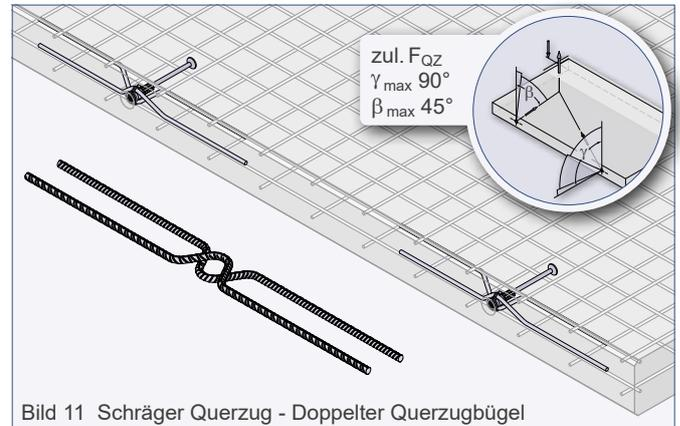
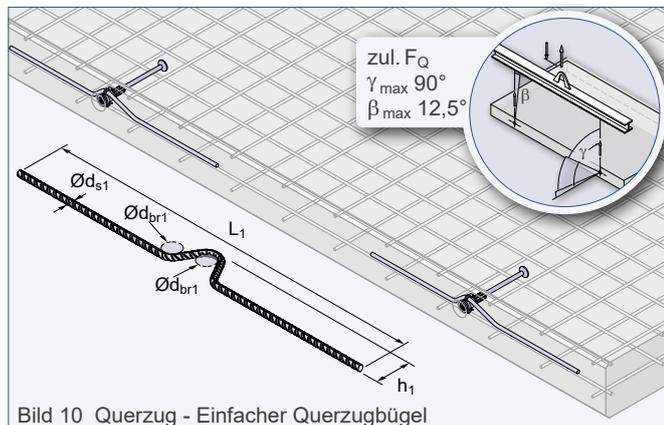
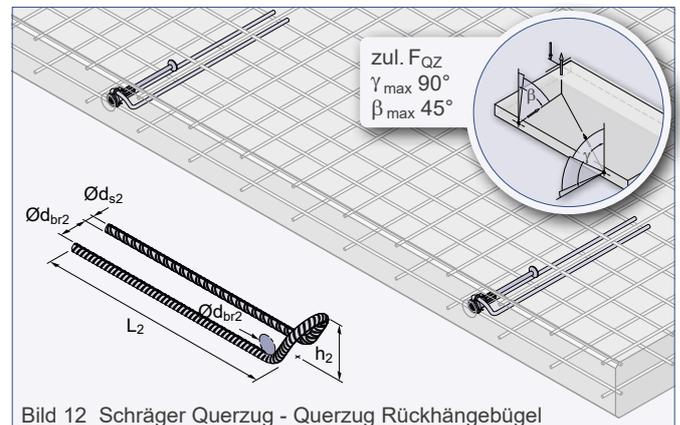

Bild 11 Schräger Querzug - Doppelter Querzugbügel
Bild 10 Querzug - Einfacher Querzugbügel
Bild 12 Schräger Querzug - Querzug Rückhängebügel
Die Beanspruchung der Kompaktanker mit Querzug $\gamma > 15^\circ$ erfordert den Einbau einer Bewehrung nach Tabelle 5 und 5a. Die Querzugbewehrung kann entweder als einfacher Querzugbügel (Bild 10), als doppelter Querzugbügel (Bild 11) oder als Querzug-Rückhängebügel (Bild 12) ausgeführt werden. Sie hat im Scheitelpunkt der Biegung Druckkontakt mit der Gewindehülse des Transportankers. Die Querzugbewehrung wird stirnseitig im Bauteil entgegen der Belastungsrichtung angeordnet. Das Aufrichten von Platten kann zu gleichzeitigem Schräg- und Querzug, dem so genannten schrägen Querzug, an den Transportankern führen (Bild 11 und Bild 12). In diesem Fall ist der Querzug-Rückhängebügel oder doppelter Querzugbügel erforderlich. Der Schrägzugfall wird beim Einsatz dieser Bewehrung ebenfalls abgedeckt. Beim Umlegen oder Aufstellen des Bauteils muss die Ausrichtung der Querzugbügel beachtet werden (beim einfachen Querzugbügel gemäß Bild 10 und Querzug-Rückhängebügel gemäß Bild 12).
Der doppelte Querzugbügel (siehe Bild 11) deckt die üblichen Lastrichtungen ab.
④ Bei der Bewehrung "Einfacher Querzugbügel" (siehe Bild 10) ist ausschließlich F_Q ($\beta_{max} 12,5^\circ$) zulässig!
⑤ Bei dieser Bauteildicke ist eine Zulagebewehrung gemäß Tabelle 5a erforderlich